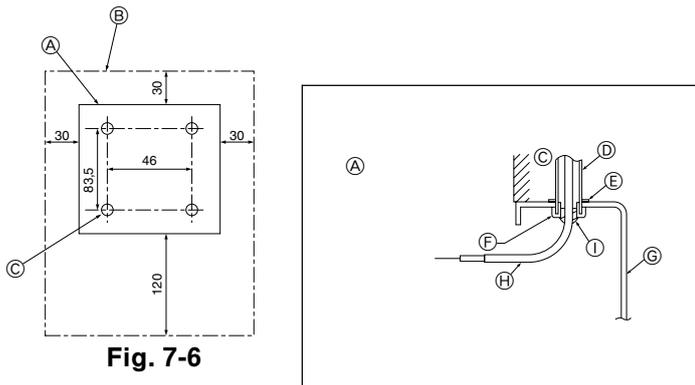

Fig. 7-6
(1) Επιλέξτε το σημείο τοποθέτησης του τηλεχειριστήριου. (Fig. 7-6)